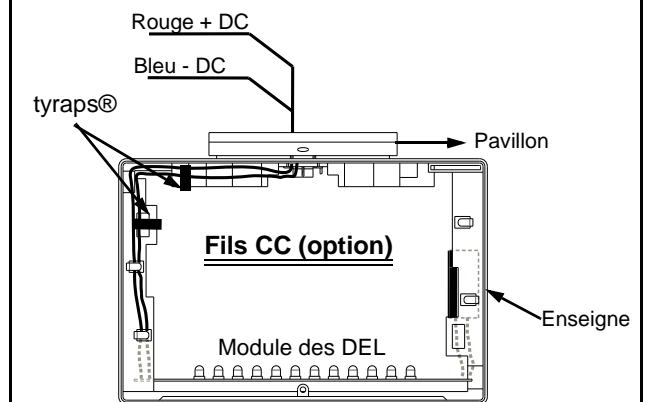

Figure 5
- b. Passer les fils d'alimentation CA par le trou au centre du dos de l'enseigne et effectuer les connexions nécessaires (voir étape 7 et figure 5)
- f. Effectuer les raccordements électriques tels que décrits à l'étape 7 et fig. 5 tout en regroupant les fils à l'aide des attaches fournies pour empêcher toute interférence avec les panneaux.
7. Effectuer les connexions nécessaires (voir fig. 5). Notre système peut recevoir un courant de 120 VCA (modèle standard) ou 347 VCA (modèle en option).